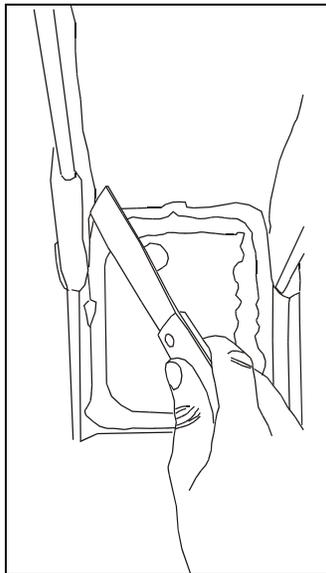

FIGURE 2 : ZONES A RISQUES
2. Enlever l'enduit protecteur (Gravel Guard 3M) et toutes traces de rouille près des zones à risques, les zones à risques sont à l'intérieur de la poutre en «U» horizontale et sont indiquées à la figure 2.